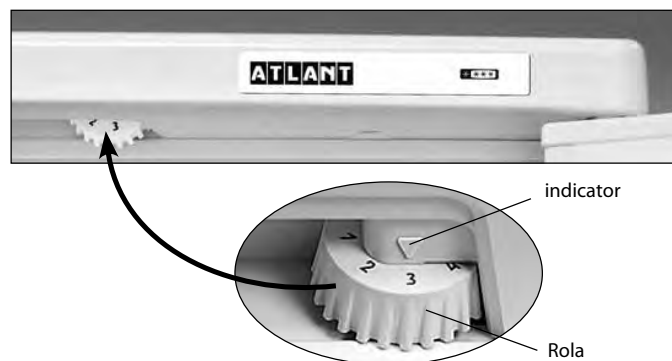

Figura 3 – Controlul temperaturii
**1.5** Organul de reglare a temperaturii în conformitate cu figura 3 este rolul de reglare a temperaturii (în continuare – rol). Rolul se rotește în sensul acelor de ceasornic și invers acelor de ceasornic și are diviziuni cu cifre notate și se instalează la diviziunea selectată. Diviziunea cu marcarea la "1" corespunde temperaturii cea mai ridicată (răcirea cea mai mică) în camera, la diviziunea "7" – cea mai joasă (cea mai mare răcire). Diviziunea rolului trebuie instalată sub indicator la reglarea temperaturii.
Deschideți ușa SF și setați rolul la diviziunea "2." Închideți ușa SF. Pe viitor, pentru a selecta temperatura optimă pentru depozitarea alimentelor în secțiune trebuie reglată temperatura cu ajutorul rolului, așa cum se arată în figura 3. În cazul în care, după reglare sau în urma schimbării condițiilor de exploatare, compresorul a început să lucreze continuu, este necesar să rotiți lent rolul în direcția de micșorare până la un clic a regulatorului de temperatură. După reglare, temperatura în frigider se menține în mod automat.